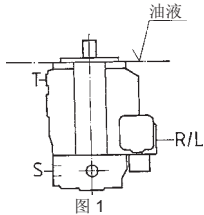

图 1
a) 当最低油液面等于或高于泵的法兰区时：油口“R/L”、“T”以及“S”开启(见图1)。